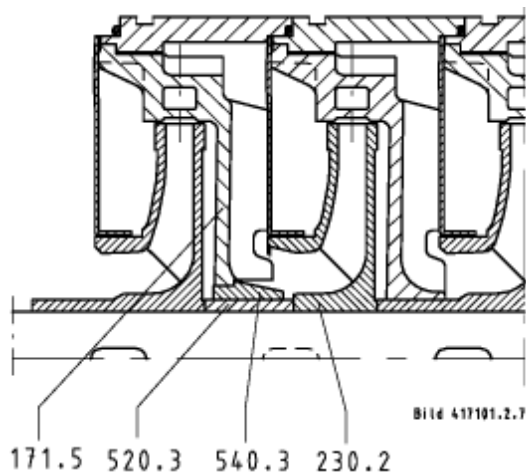

Рис. 7.3-12
**Указание:** Насосы в исполнении по типу A/B/C/D в вариантах исполнения по материалу 22/23/30 имеют средние промежуточные ступени, представляющие из себя промежуточные модули (см. рис. 7.3-12), в количестве, соответствующем указанному в таблице числу ступеней в зависимости от типоразмера насоса.